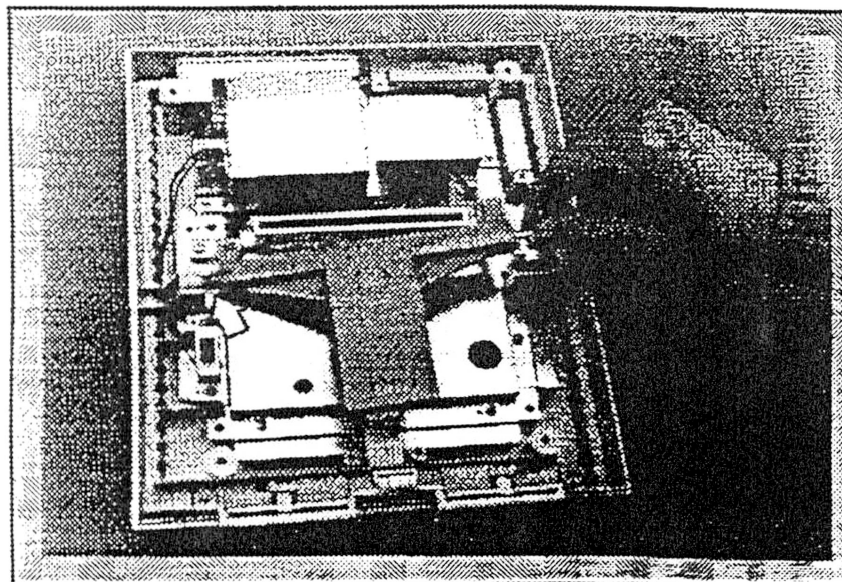

Fig. 6
3. **Mecanismo Ejetor do Cartucho:** Levante a barra do ejetor que apóia o mecanismo, para o seu lado, e puxe-o então para fora para direita. Levante o mecanismo para fora da unidade (Fig. 6).